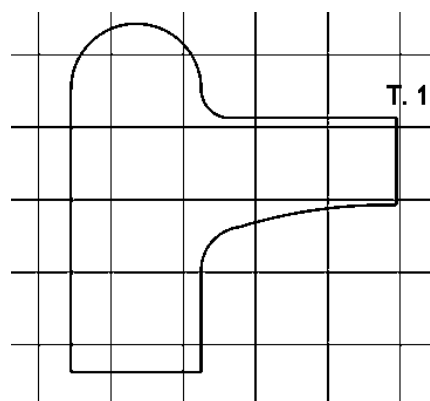

Рис. 40. Построение окружностей
3. Построение окружностей (рис. 40):